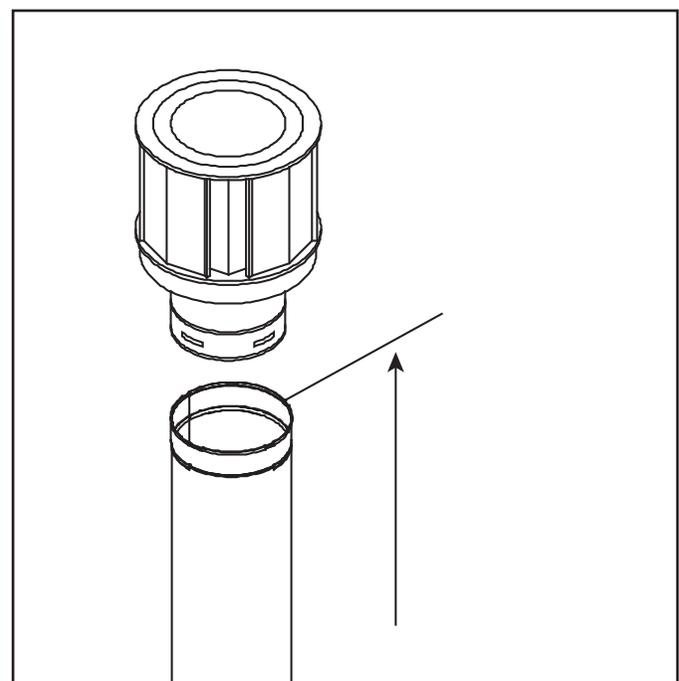

Figure 4.11 Mesure à l'extrémité supérieure de la dernière section du conduit
- Les extrémités verticales doivent être mesurées à partir de l'extrémité supérieure de la dernière section du tuyau. Voir la figure 4.11.